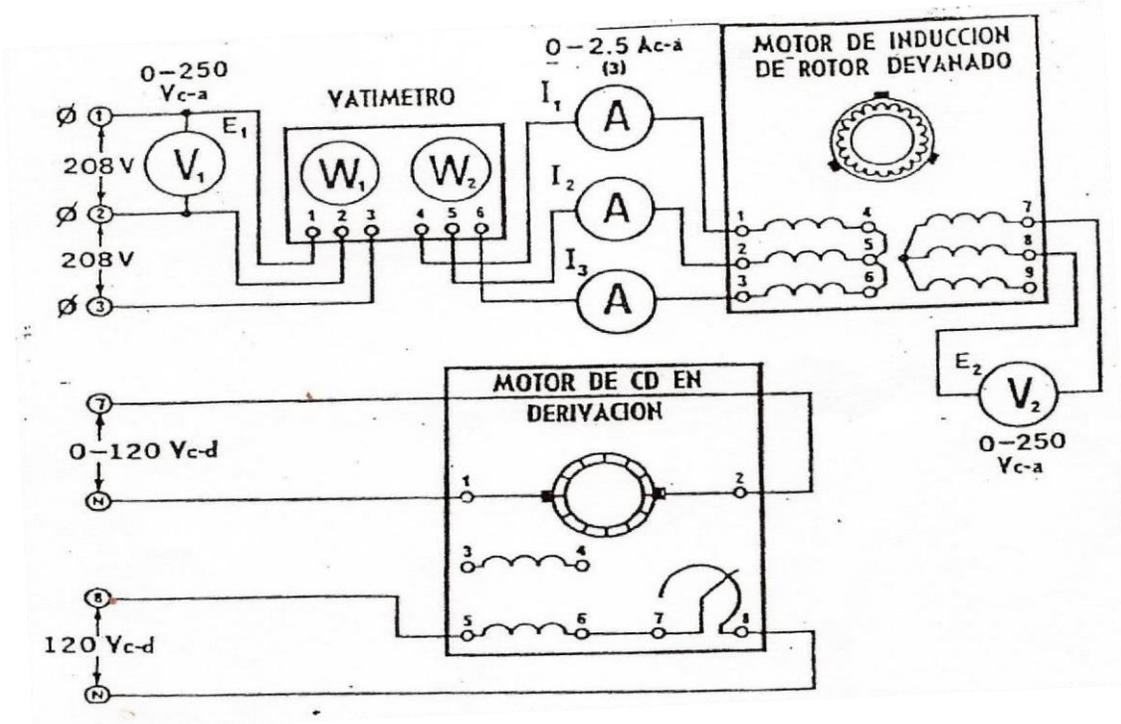

Figura 1
4. Conecte el circuito que se ilustra en la figura 1 utilizando los módulos EMS de motor/generador de c-d, motor de rotor devanado, vatímetro trifásico, fuente de alimentación y medición de c-a.